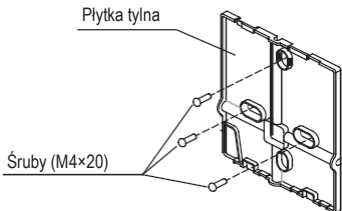

Rys. 3-4
- Wsunąć śrubokręt płaski w szczeliny w dolnej części sterownika przewodowego (2 miejsca) i zdjąć jego górną część (Rys. 3-4).